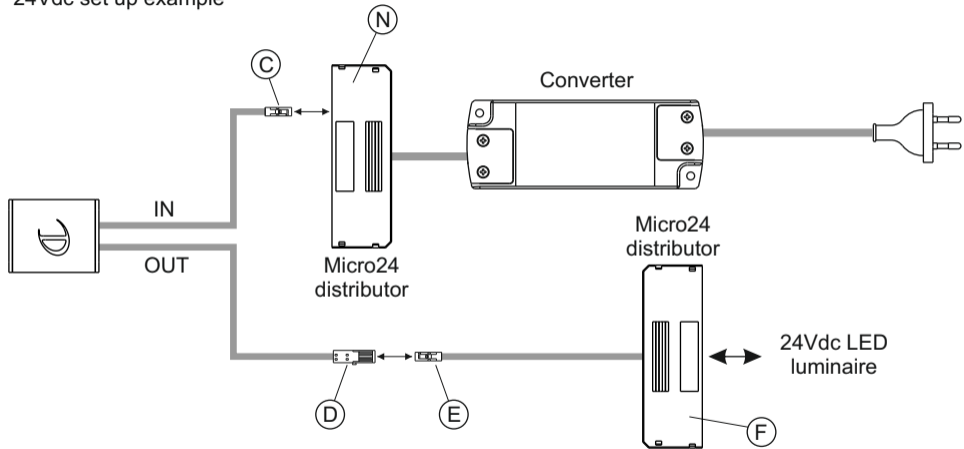

Fig 2
- Fix the bracket (A) in the required position using the screws supplied (B).
- For connection to a 24Vdc power supply (figure 2) insert connector (C) on the **DOTTI** input cable (IN) to one of the free slots on the distributor (N) on the Converter secondary cable; then connect connector (D) on the **DOTTI** output cable (OUT) to connector (E) on the Micro-24 distributor cable (F).
- Den Bügel (A) mit den in der Packung mitgelieferten Schrauben (B) in der gewünschten Position befestigen.
- Für den Anschluss an ein 24 Vdc Netzteil (Abbildung 2) wird der Verbinder (C) des Eingangskabels (IN) von **DOTTI** in einen der freien Schlitze des Verteilers (N) gesteckt, welcher sich auf der Sekundärleitung des Konverters befindet. Anschließend wird der Verbinder (D) des Ausgangskabels (OUT) von **DOTTI** an den Verbinder (E) des Verteilerkabels Micro-24 (F) angeschlossen.
- Fixer l'étrier (A) dans la position souhaitée à l'aide des vis fournies dans l'emballage (B).
- Pour la connexion à une alimentation de 24 Vcc (figure 2), introduire le connecteur (C) du câble d'entrée (IN) de **DOTTI** dans l'une des encoches libres du distributeur (N) prévue sur le câble du secondaire du convertisseur ; connecter ensuite le connecteur (D) du câble de sortie (OUT) de **DOTTI** au connecteur (E) du câble du distributeur Micro-24 (F).